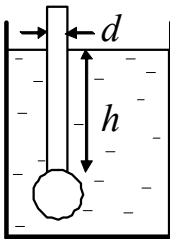

Рисунок 2.21
2.37. Ареометр массой  $m_a = 40$  г состоит из шарика объемом  $V_{ш} = 15 \text{ см}^3$  и трубки с внешним диаметром  $d = 25$  мм (рисунок 2.21). Определить глубину  $h$ , на которую погрузится трубка ареометра в воду и в керосин ( $\rho = 760 \text{ кг/м}^3$ ).